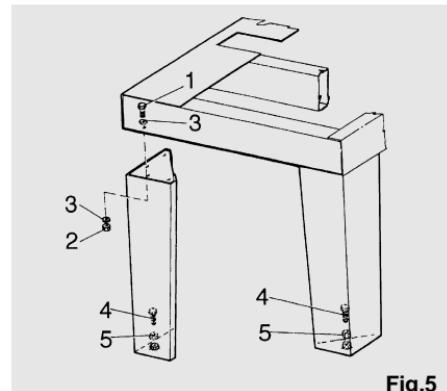

Fig.5
máquina actuando sobre los tornillos (4). Apretar después las varias contratuercas (5) fig. 5. Con el objeto de garantizar la máxima seguridad y eficiencia de la máquina, el piso en el cual se instala debe ser de cemento bien nivelado. En caso de que el piso no fuera en las condiciones sobremencionadas, será necesario preparar una losa de cemento.